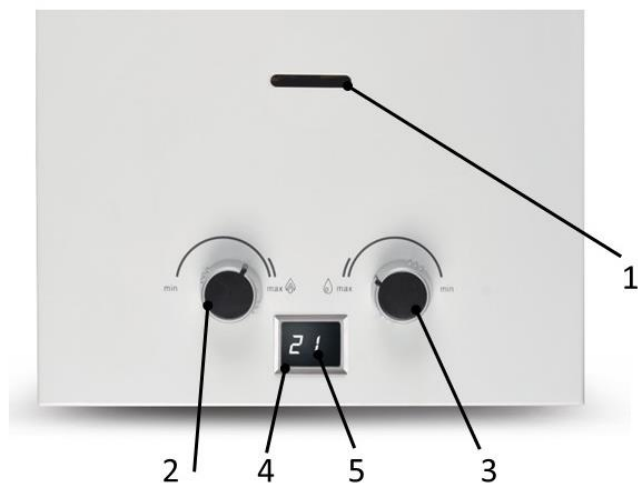

Рис.1
Поверните регулятор изменения мощности в требуемое положение (поз. 2, рис. 1). Аппарат перейдет в режим ожидания и автоматически начнет работать после того, как будет открыт кран горячей воды.
- Изменение температуры воды осуществляется с помощью регулятора температуры воды (рис. 1). При вращении регулятора против часовой стрелки увеличивается расход (менее горячая вода). При вращении регулятора по часовой стрелке уменьшается расход (более горячая вода).